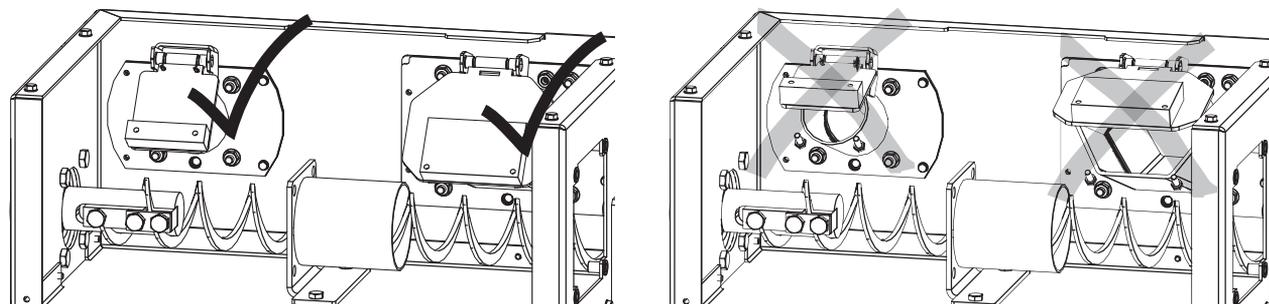

Fig. 78 Le bac de cendres du récipient de collecte doit être complètement aspiré, les volets doivent être en contact
- Aspirer complètement le bac de cendres du récipient de collecte. Les deux volets (Fig. 78) doivent être complètement en contact après l'aspiration pour éviter que de l'air parasite ne soit aspiré.